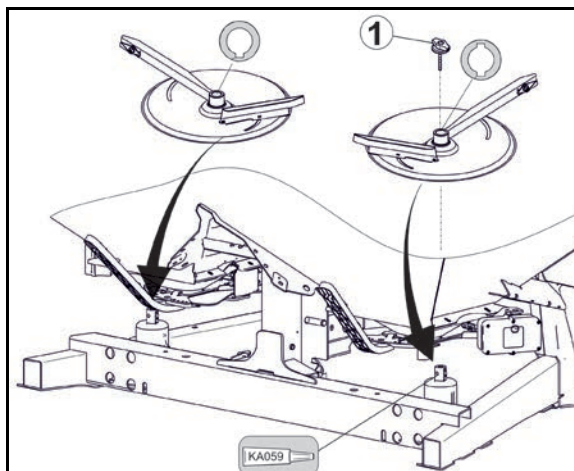

Fig. 41
1. Fjern vingeskruen (Fig. 41/1).